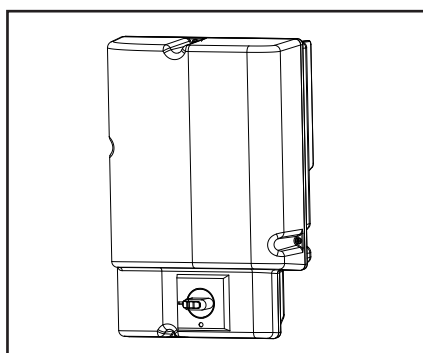

Fig. 1 110008442
2. Appuyer sur l'interrupteur principal (Fig. 1).
1. Appuyer sur l'interrupteur principal du boîtier de commande (Fig. 1)